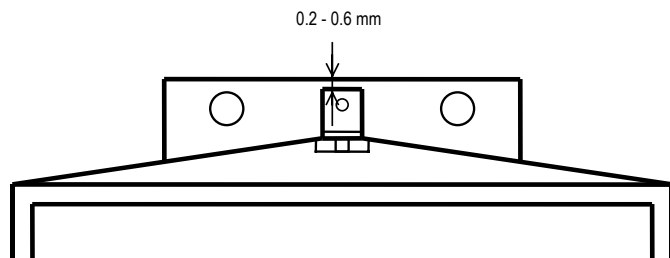

Fig. 6
- Compruebe la posición cero del eje, vea Fig. 6.